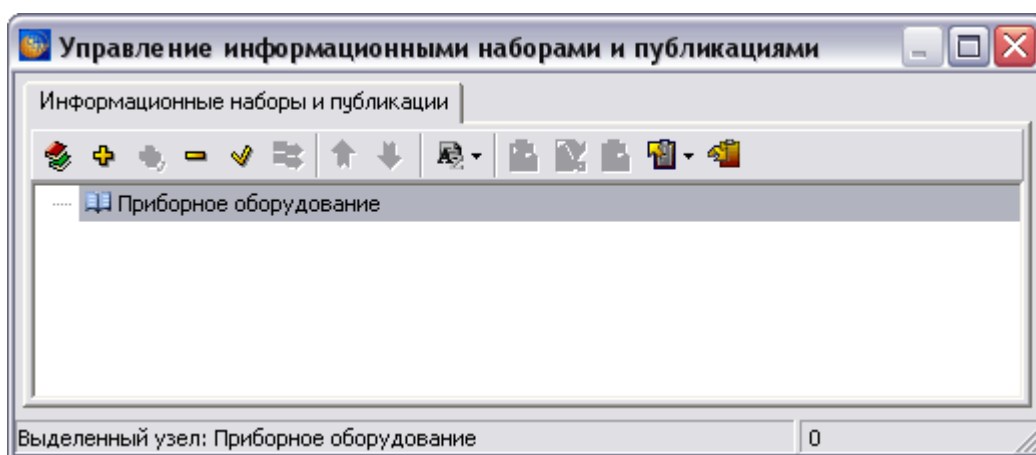

Рис. 8.27
3. Нажмите на кнопку **Применить**. В окне **Управление информационными наборами и публикациями** название группы изменится на новое (Рис. 8.27).